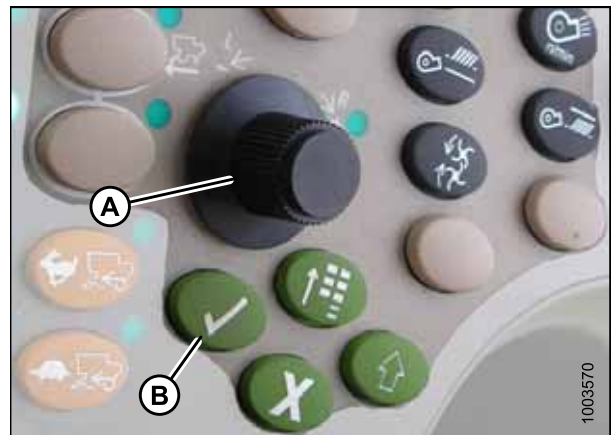

Figura 3.314: Console de controle da colheitadeira John Deere
7. Selecione PLATAFORMA na caixa (A) rolando para baixo na caixa usando o botão de rolagem e, em seguida, pressione o botão da marca de seleção (manopla e botão são exibidos na Figura 3.314, página 213).
8. Role para baixo até o ícone inferior direito que se assemelha a uma seta em um diamante (B) e pressione o botão marca de seleção para selecioná-lo.